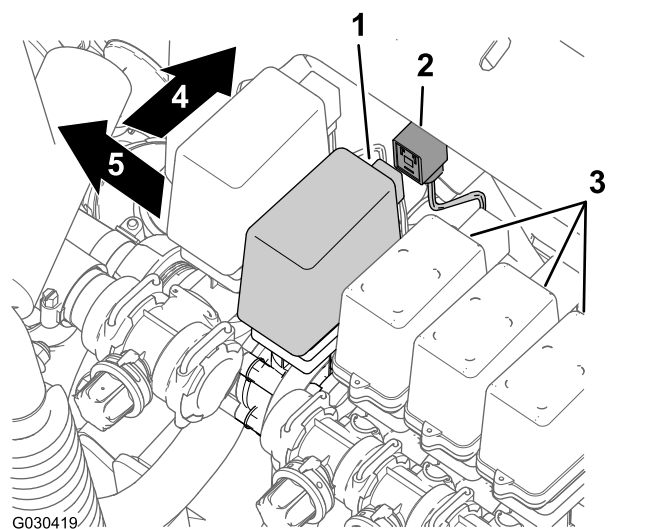

Рисунок 12
- В задней части машины найдите 3-гнездовой разъем главного заднего жгута проводов машины, обозначенный EDUCTOR (ЭДУКТОР) (Рисунок 12).
- Отсоедините разъем эдуктора главного жгута проводов от разъема с тремя плоскими контактами клапана эдуктора (Рисунок 12).